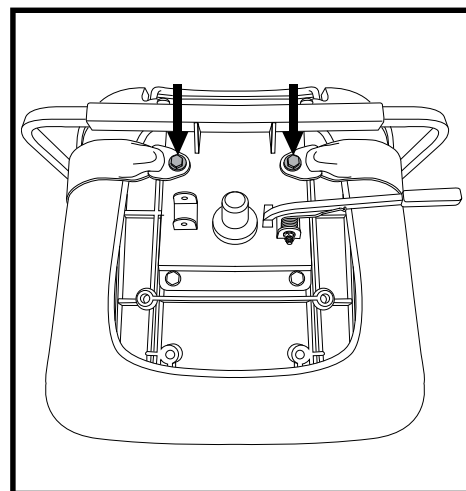

Abb. 29. Befestigungsschrauben des Rückhaltégurtes
2. Sitz umdrehen, um die Unterseite einzusehen. **Siehe Abb. 29.**